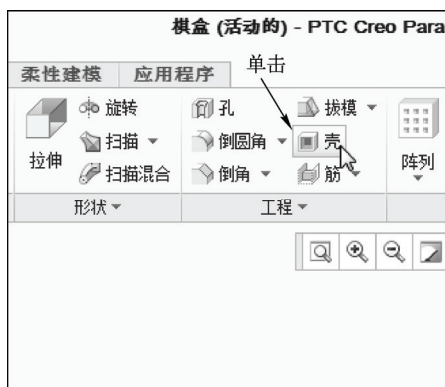

图 6-122 单击“壳”按钮
STEP 02 在功能区选项板的“模型”选项卡中，单击“工程”面板中的“壳”按钮，如图 6-122 所示。